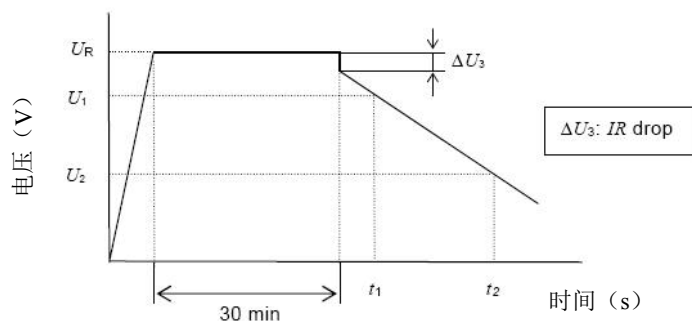

图2 电容器的端电压特性
- ◎ 测量电容器两端电压从 U_1 到 U_2 的时间 t_1 和 t_2 ，如图2所示，根据下列等式计算容量值：